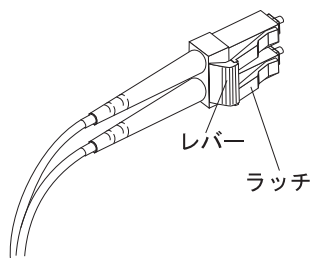

図 33. LC-LC ファイバー・チャネル・ケーブルのレバーおよびラッチ
1. 58 ページの図 33 に示すように、SFP モジュールまたはホスト・バス・アダプターに接続した LC-LC ケーブルの端のレバーを押したまま、ラッチを解放します。